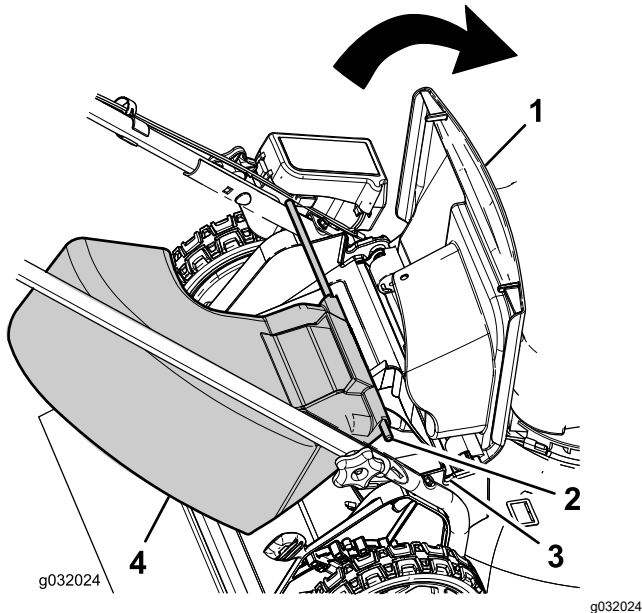

Figura 14
1. Tirate verso l'alto il deflettore posteriore (Figura 14).
2. Inserite le estremità dell'asta del camino di scarico laterale nelle tacche sulle staffe della stegola (Figura 14).